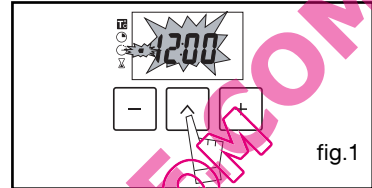

fig.1
L'affichage de l'heure clignote pour indiquer que le réglage est alors possible (fig.1).
- Appuyez sur la touche " ^ " (fig.1) jusqu'à faire clignoter le symbole minuterie